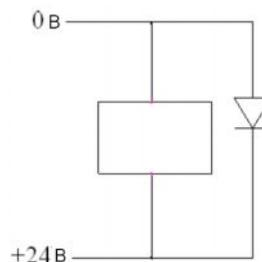
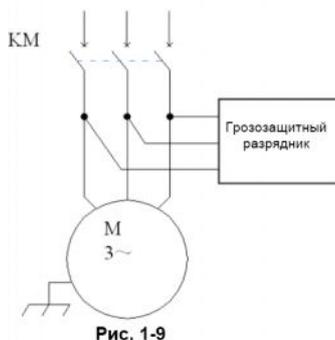

Рис. 1-8
Рис. 1-9
3. Для предотвращения воздействия: подключить параллельные RC-цепи в обоих концах обмотки переменного тока (Рис. 1-7). RC-цепь должна быть расположена как можно ближе к индуктивной нагрузке; в обратном направлении нужно подключить диод свободного хода с обоих концов обмотки постоянного тока (Рис. 1-8). Подключить параллельный грозозащитный разрядник с обоих концов обмотки двигателя переменного тока (Рис. 1-9);